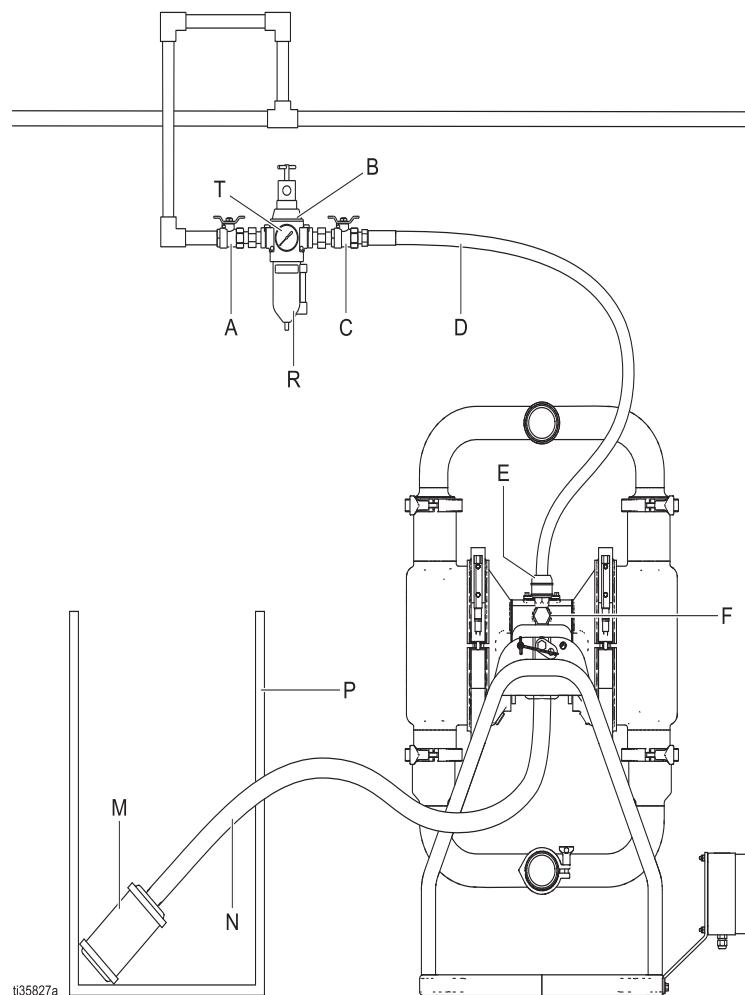

图 3：排出空气
1. 从泵排气接口上卸下消声器 (M)。参见 图 3.
2. 安装一条导电的接地排气管路 (N)，并将消音器 (M) 连接到管路的另一端。排气软管最小尺寸为 3/4 英寸 (19 mm) 内径。如果需要的管路超出 15 英尺 (4.57 米)，请使用直径较大的管路。避免管路急转弯或打结。
3. 将一个导电的接地容器 (P) 放在排气管路的末端，以防隔膜破裂时可接住流体。参见 图 3.